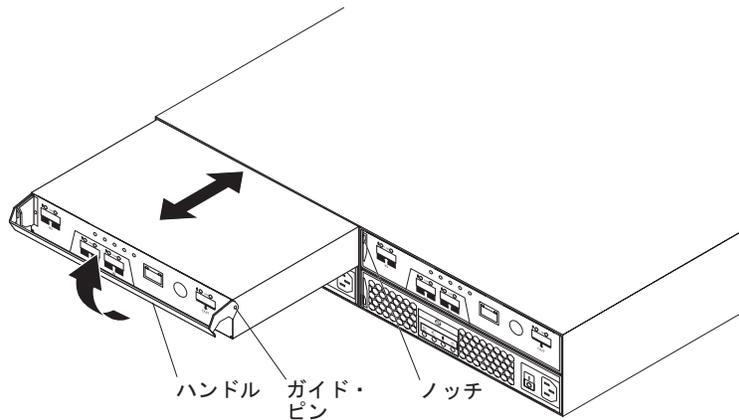

図 49. コントローラーの取り外しと交換
- b. 図 49 のように、ゆっくりハンドルをシャーシから引き離して、コントローラーをベイから取り外します。
- b. コントローラーの側面にあるガイド・ピンが、DS3200 シャーシのノッチに収まることを確認します。100 ページの図 49を参照してください。